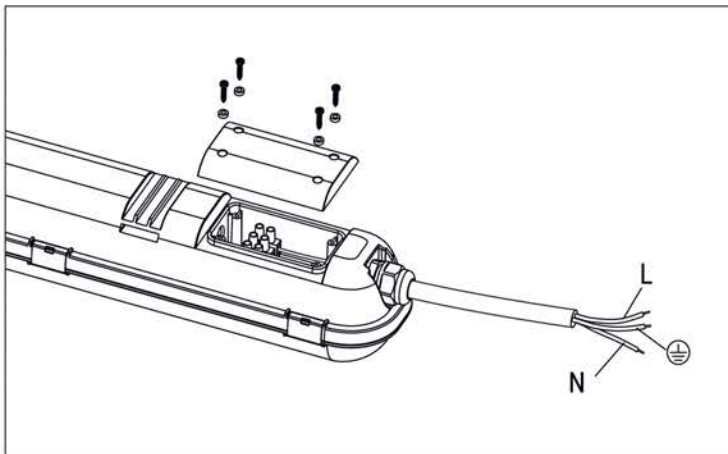

Рисунок 3
5.2. Подключение светильников ДСП 1301, ДСП 1302Д, ДСП 1303 (рисунок 3).